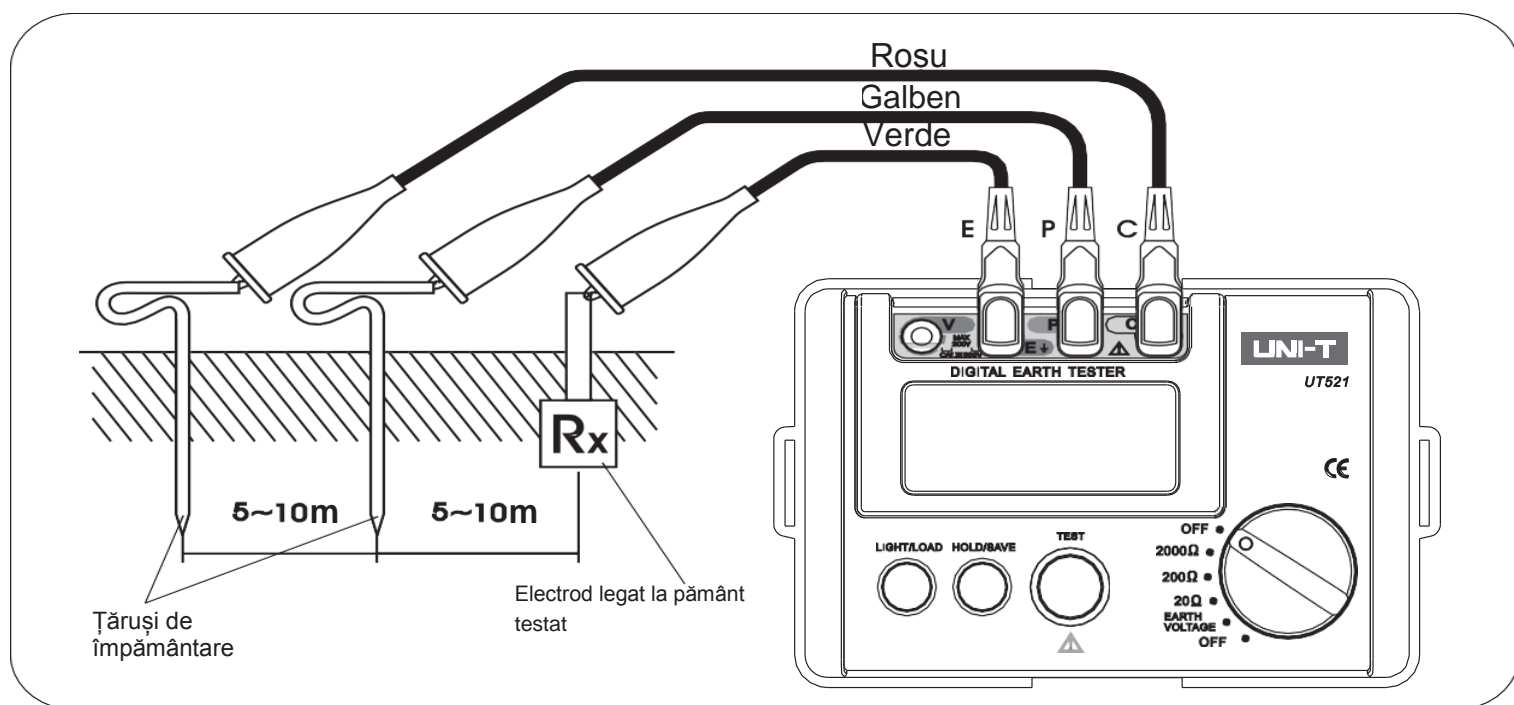

Figura 2
- a. plasați 2 țărui de împământare în sol/murdărie. Distanța minimă dintre electrodul de împământare (E), sonda (P) și priza de pământ auxiliară (C) trebuie să fie de 5-10 metri, ca în conexiunea din figura 2: